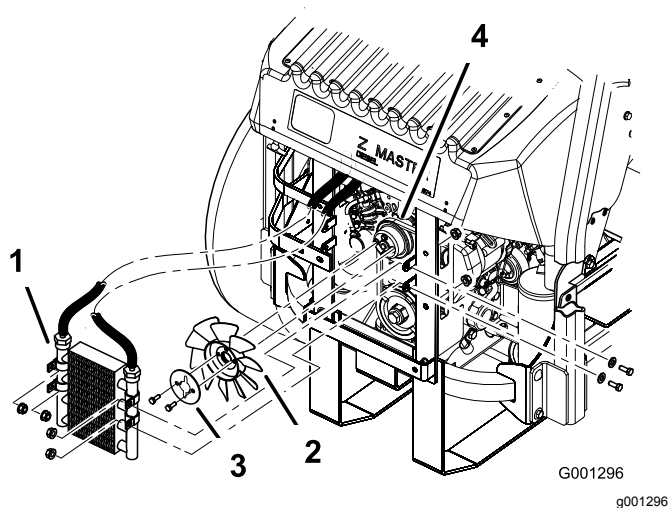

Figure 82
- Enlevez les 4 boulons de fixation du refroidisseur d'huile et placez ce dernier sur le côté (Figure 82).
- Enlevez les 2 boulons qui fixent le ventilateur et la plaque du ventilateur à la machine (Figure 82).
- Montez le ventilateur et sa plaque sur la machine au moyen des 2 boulons retirés précédemment (Figure 82).
- Remontez le refroidisseur d'huile au moyen des 4 boulons retirés précédemment (Figure 82).